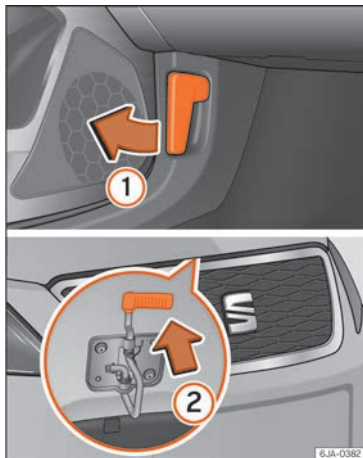
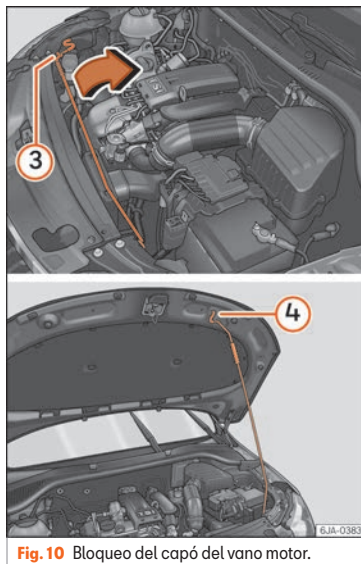

Fig. 9 Desbloqueo del capó del motor.
Fig. 10 Bloqueo del capó del vano motor.
»» **fig. 9 ①**.
- Para levantar el capó haga presión hacia arriba sobre el saliente situado debajo del capó **②**. El gancho de sujeción queda desbloqueado.
»» **fig. 10 ③** y encájela en el lugar dispuesto para ello en el capó **④**.